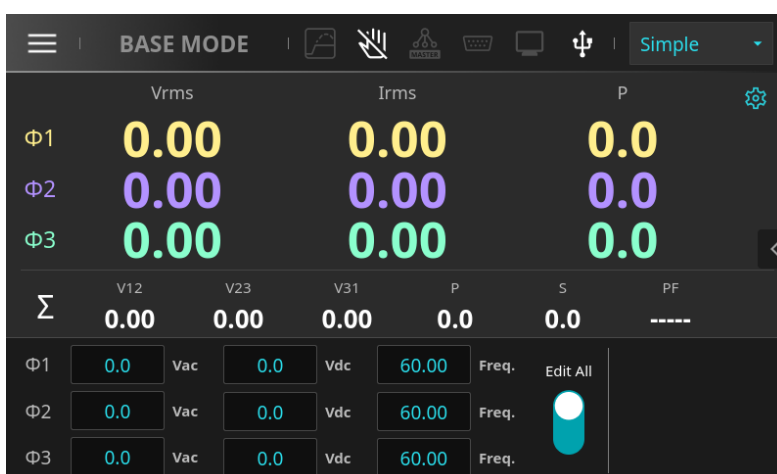

图 6-18 系统主画面（触摸锁定启用状态）
2. 点选画面中 Stop Touch 的图示 ，即启用触摸锁定功能，如图 6-18 所示。